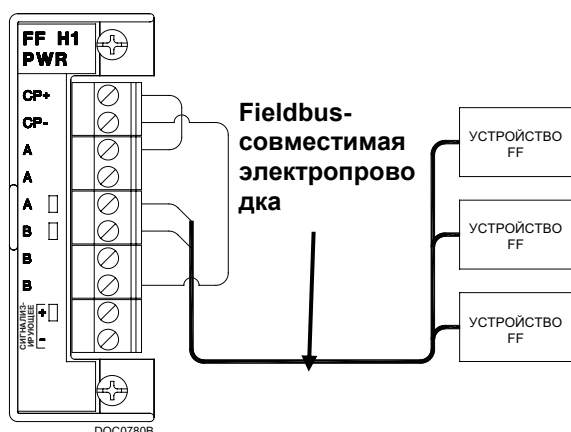
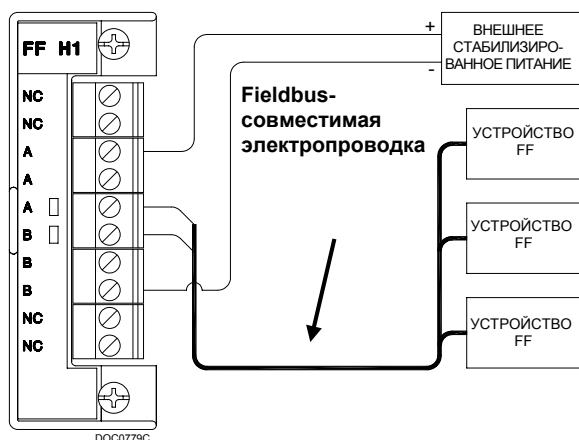

Рис. 5. Полевая электропроводка для модуля H1 под напряжением
Рис. 6. Полевая электропроводка для отключенного от питания модуля H1
3. Затяните винт. См. Рис. 5 или Рис. 6.
Устройство FFI поддерживает до четырех сегментных модулей Н1 обоих типов. Модули под напряжением (см. Рис. 5) обеспечивают стабилизированное питание до 125 мА.
Используйте отключенные от питания модули H1 и внешний источник стабилизированного питания, сертифицированный для использования с внешней полевой шиной (см. Рис. 6), если потребляемая мощность или количество устройств полевой шины неизвестны.